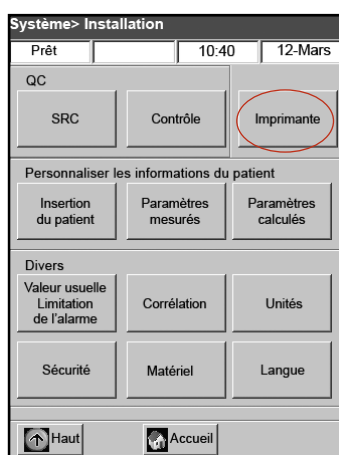

Figure H-4 : Écran "Système > Configuration"
3. Sur l'écran "Configuration", sélectionnez "**Imprimante**" (Figure H-4).